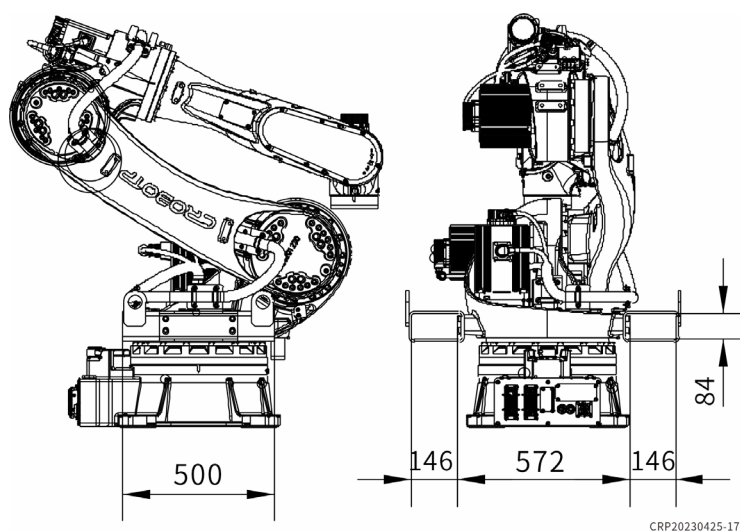

图 3.1.1
叉槽仅作为叉车搬运用的夹具，安装在机器人底座上。如下图所示叉槽夹具适用搬运尺寸，如图3.1.1所示。
- (1) 必须把机器人调整到搬运姿态（参考图3.1.1）。
- (2) 使用能够承受机器人重量的托盘。
- (3) 将机器人用M12螺栓固定在托盘中间。禁止在托盘边沿放置机器人。
- (4) 搬运时，必须缓慢平稳，防止机器人在搬运过程中晃动。